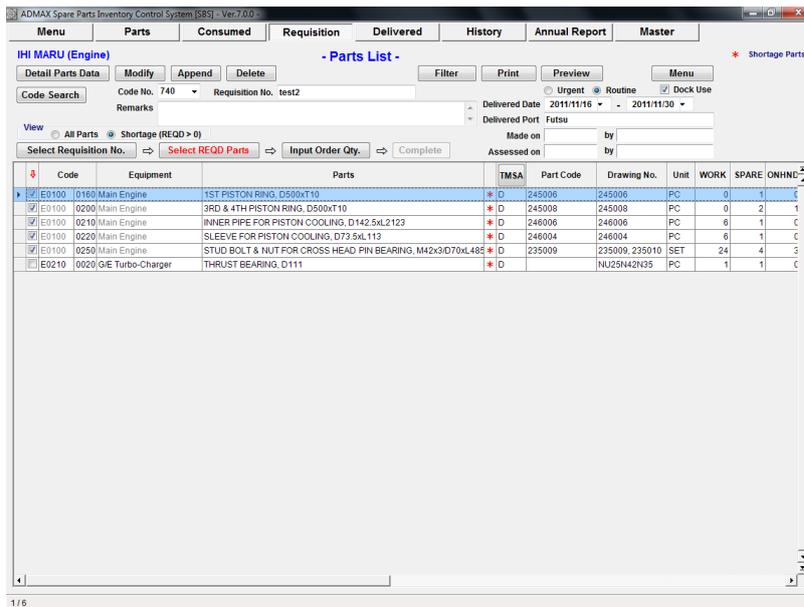

図 6.3 Select Required Parts (All Parts)
4. [All Parts] ボタンをクリックすると、データベースに登録された全ての部品が"Select Required Parts (All Parts) Screen"(図.6-3)に表示されます。ステップ 3 と同じ手順でチェックボックスを選択します。